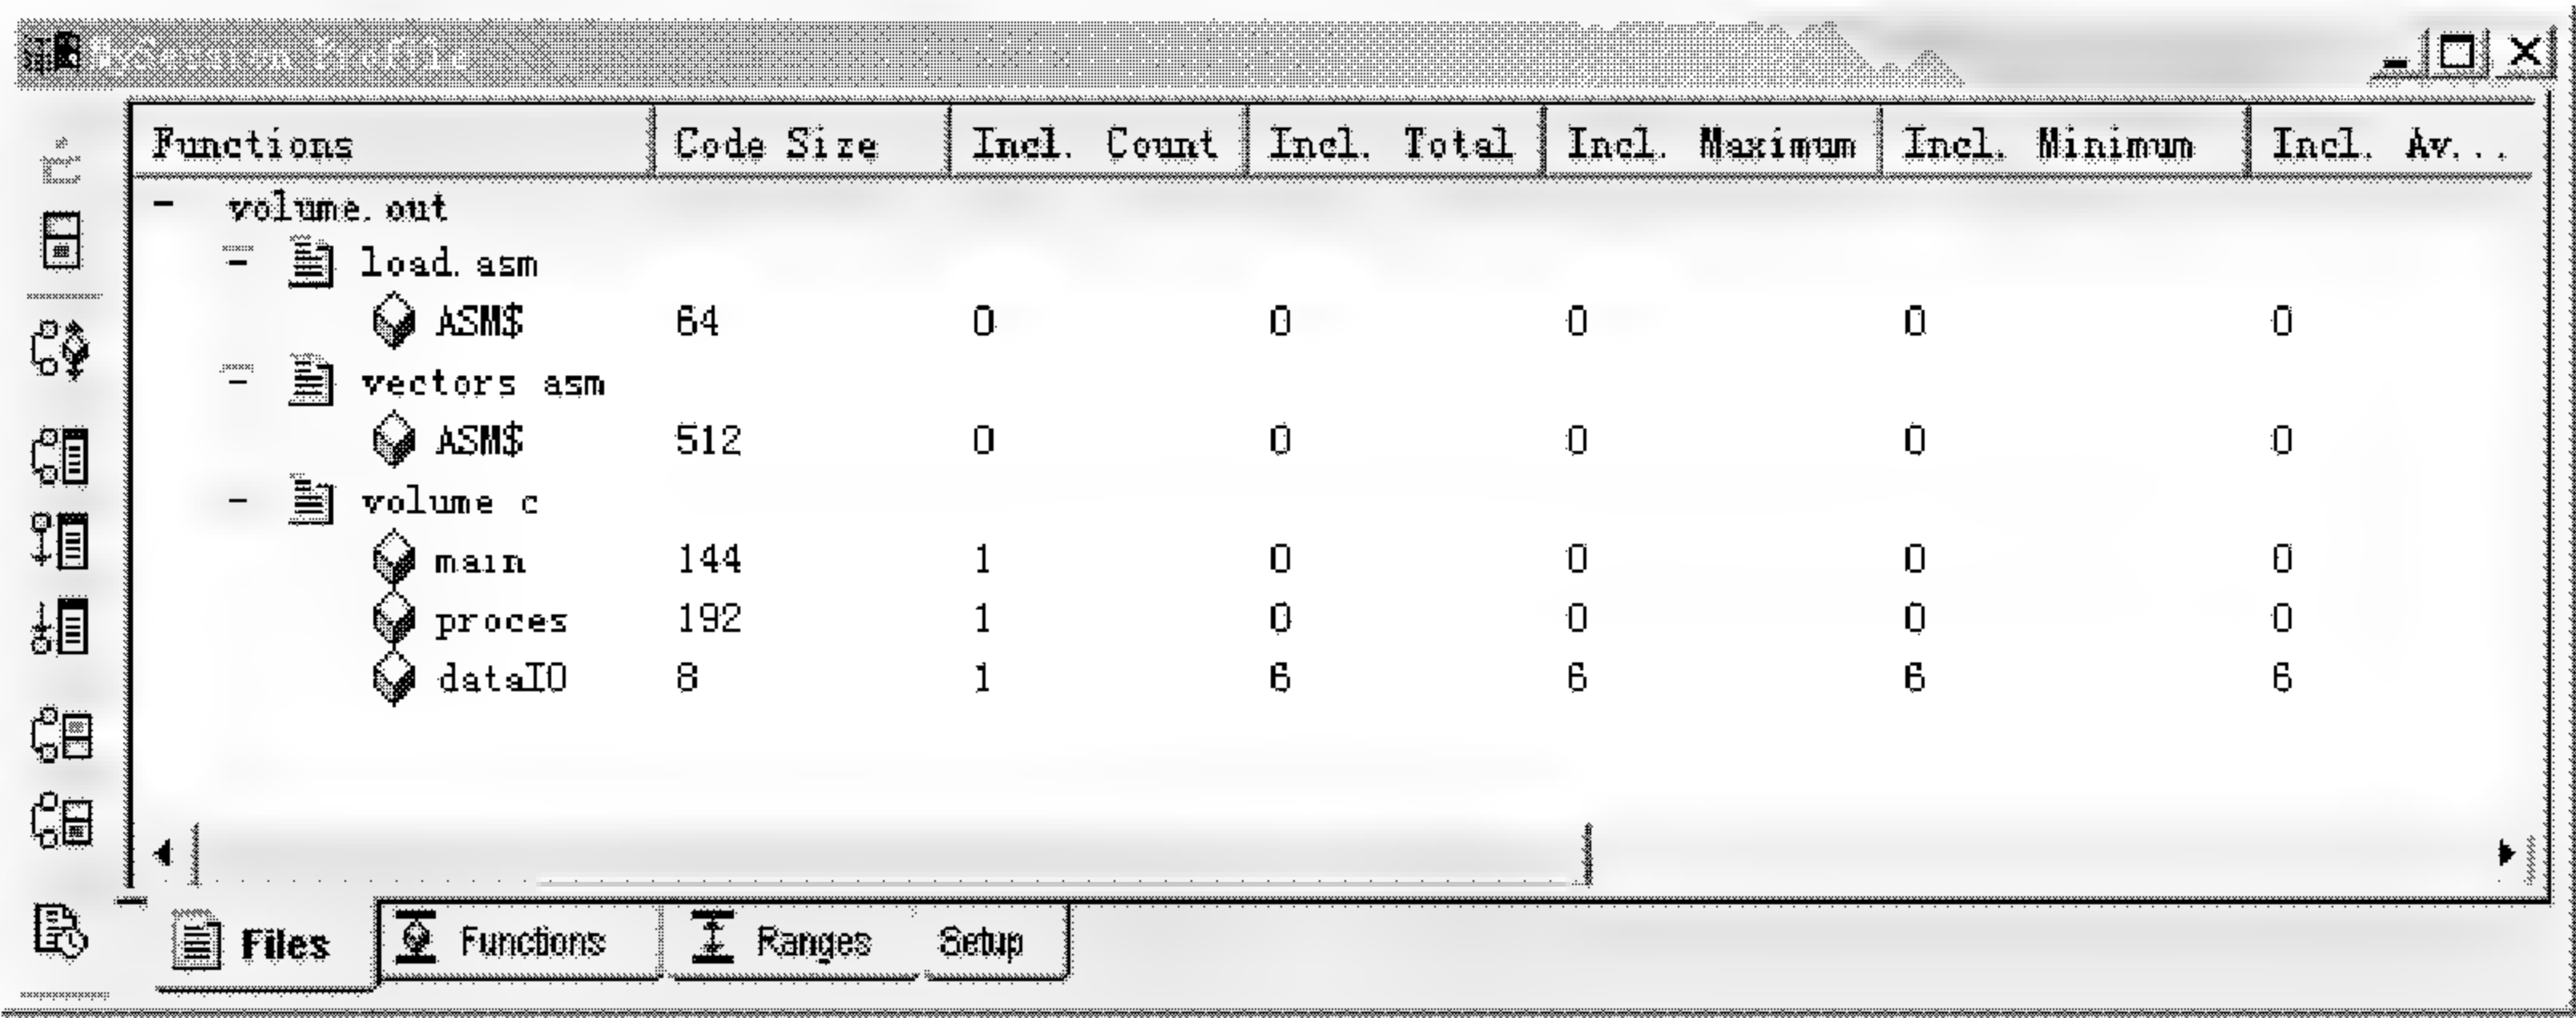

图 3.26 Profiler 统计结果观察窗口
(1) 选择 Profiler → Start New Session, 开始新的性能统计任务, 在 Profiler Session Name 对话框中输入此次性能统计任务的名称。
(2) 点击 OK, 退出 Profile Session Name 对话框, 同时打开一个统计结果观察窗口(MySession Profile), 如图 3.26 所示。